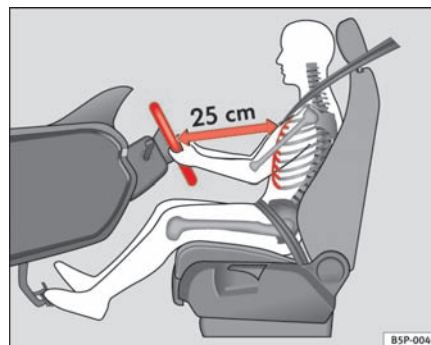

Fig. 129 Sådan sidder føreren korrekt.
- Indstil rattet på den måde, indtil du har nået den ønskede position ⇒ fig. 129.
- Indstil førersædet eller rattet, så afstanden mellem rattet og din brystkasse er mindst 25 cm ⇒ side 156, fig. 129. Hvis du ikke overholder minimumsafstanden, kan airbagsystemet ikke beskytte, som det skal – livsfare.